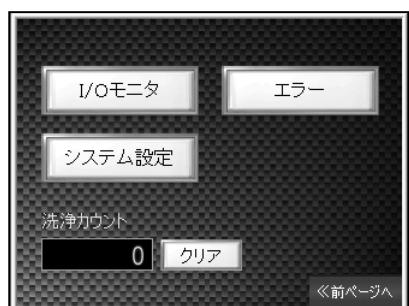

図 7-41
7. 5 メニュー(図 7-41)
- ・メニュー画面(図 7-41)の[I/O モニタ]スイッチを押すと、I/O モニタ画面に切り替えます。
- メニュー画面(図 7-41)の **システム設定** スイッチを押すと、システム設定画面に切り替えります。(図 7-42)
7.5.3 洗浄回数表示(図 7-41)
- メニュー画面(図 7-41)の [エラー]スイッチを押すと、エラーメニュー画面に切り替ります。(図 7-44)